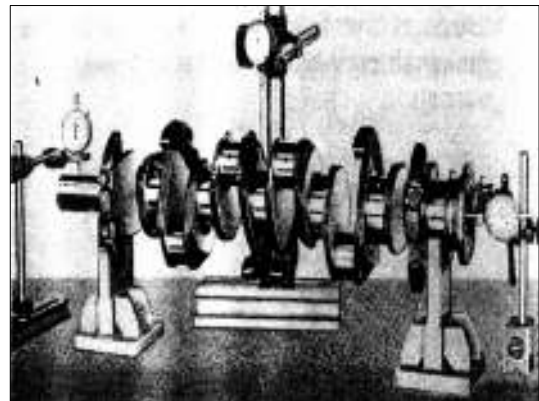

РИС. 45
- 3) Поддерживая коленчатый вал на блоках V-образной формы на коренных шейках номер 1 и 7, проверьте биение коренных шеек (рис. 45).
- 5) Таким же образом проверьте боковое и радиальное биение фланца маховика и опорной поверхности шестерни коленвала (рис. 45).